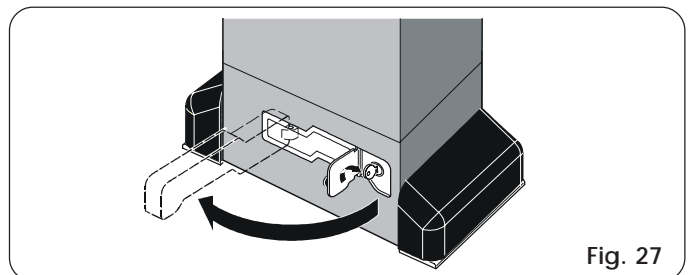

Fig. 27
- 2) Draai de sleutel met de klok mee en trek aan de ontgrendelhendel zoals op Fig. 27.